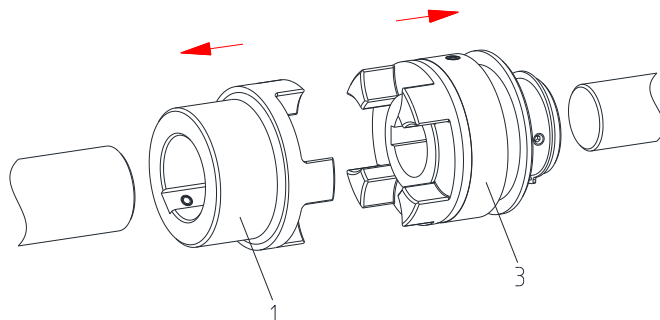

Fig 6: Montage des moyeux
- Montez le moyeu (composant 1) sur l'arbre du côté machine et le moyeu SD (composant 3) sur l'arbre du côté moteur (voir figure 6).